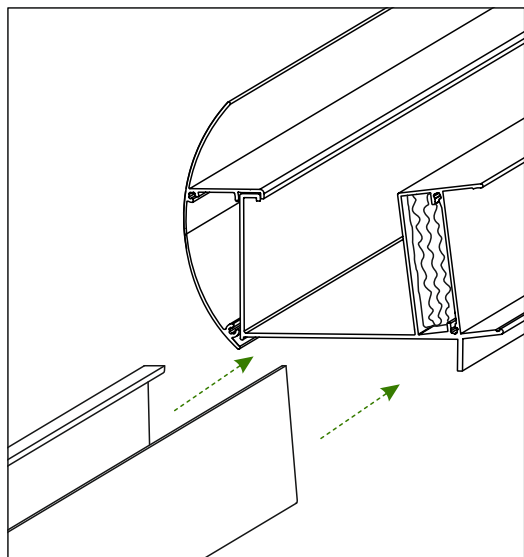

Abb. 4
4. Schieben Sie nun das Rinnenverbindungsstück links in das noch nicht befestigte Rinnenprofil Siehe Abb. 4. und platzieren Sie es bündig an das angebrachte Rinnenprofil und den Pfosten. Schieben Sie es hierfür in die dafür vorgesehene Öffnung im Mittelsparren und fixieren Sie den Mittelsparren mit einer Schraube. Siehe Abb. 5.
5. Das Flacheisen dient der Stabilisierung der Rinne. Das eine Ende vom Flacheisen in die Rinne einführen. Sie können dabei das Rohrgleitmittel (als Zubehör für Abwasserrohre) oder Seife verwenden. Danach beide Enden der Rinne mit Silikon versiegeln. Siehe Abb. 4.